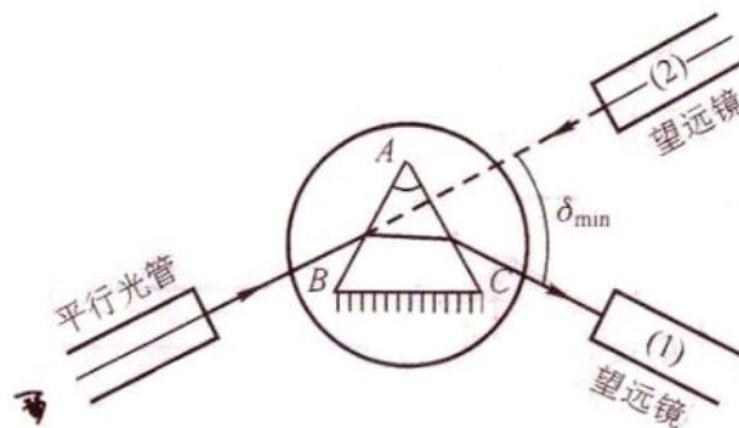

图11 测最小偏向角
(1) 平行光管狭缝对准前方水银灯的光源。
(2) 旋松望远镜制动螺丝和游标盘制动螺丝，把载物台及望远镜转至如图11中所示的位置(1)处，再左右微微转动望远镜，找出棱镜出射的各颜色的水银灯光谱线(各种波长的狭缝像)。
记下此时两游标处的读数 θ_1 和 θ_2 。取下三棱镜，转动望远镜对准平行光管，即图11中(2)的位置，以确定入射光的方向，再记下两游标处的读数 θ_1' 和 θ_2' 。此时绿谱线的最小偏向角